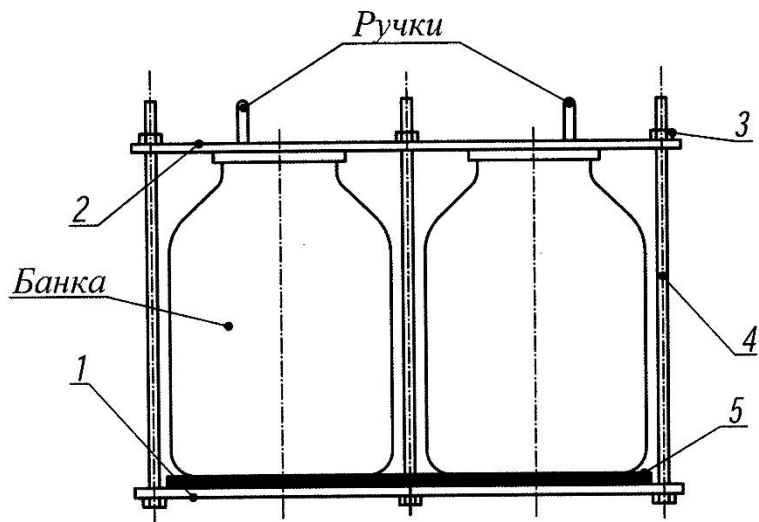

Рис. 2 Кассета
- при необходимости вынуть кассету с банками из корпуса автоклава, взявшись двумя руками за ручки крышки 2 (рис. 2) (предварительно слив воду);
Установить в кассету подготовленное количество банок с закатанными продуктами согласно таблице 2.2. (где показана максимальная вместимость) и надёжно зафиксировать банки в кассете с помощью зажимных гаек 3 (рис. 2), затягивая их крест-накрест ключом с лёгким усилием.
При установке банок в два слоя, банки верхнего слоя устанавливаются непосредственно на банки нижнего слоя без резиновой прокладки 5 (рис.2). Банки должны располагаться как можно ближе к шпилькам. Банки должны иметь одинаковую высоту.
5.20. После остывания банок до комнатной температуры открутить гайки 3 (рис. 2), снять крышку 2, вынуть банки с консервируемой продукцией и проверить состояние крышек, банок и прочность закатки.